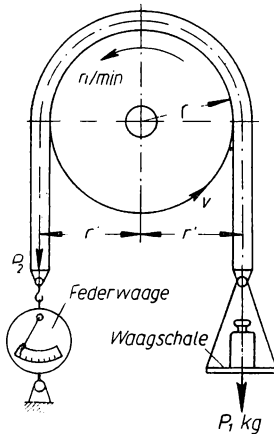

Bild 274
**Lösung:** Ein um die Bremsscheibe der Maschinenwelle geschlungenes Seil oder Stahlband (Bild 274) wird am freien Ende durch eine Waagschale mit  $P_1$  kg belastet. Die Spannkraft am anderen, festen Seilende wird an einer Federwaage zu  $P_2$  kg gemessen. Bei der eingezeichneten Drehrichtung der Scheibe ist  $P_1 > P_2$ ;